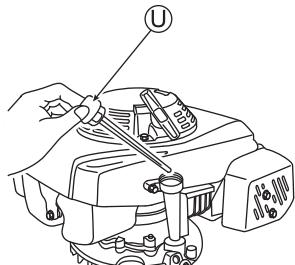

Fig. 8
- Enlevez le bouchon du réservoir à huile (U), sortez l'indicateur de niveau d'huile, et insérez-le sans le visser. (Voir Fig. 8)
- Enlevez le bouchon du réservoir à huile (U), et vérifiez que le niveau d'huile se trouve bien entre les limites supérieure et inférieure de l'indicateur de niveau d'huile.
- Refermez bien le bouchon du réservoir à huile (U) après vérification.